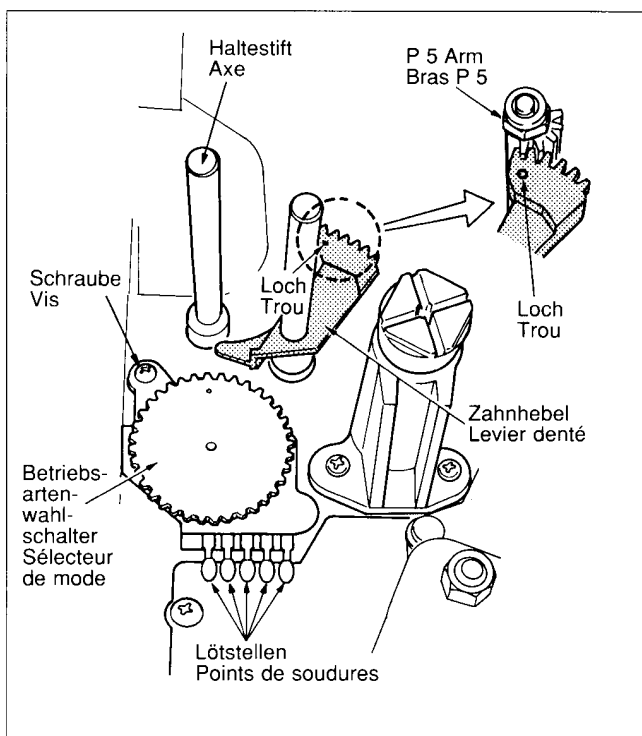

Fig. 70
3. Den Zahnhebel auf den Andruckrollenhaltestift schieben. Den P5-Arm nicht spannen. Die mit einem kleinen Loch gekennzeichnete Zahnücke am Zahnhebel über den 1. Zahn des P5-Armes schieben. Fig. 70
3. Glisser le levier denté sur l'axe de maintien du galet presseur. Ne pas tendre le bras P5 et positionner le levier denté de sorte que le trou de repérage se trouve face à la première dent du levier P5. Fig. 70